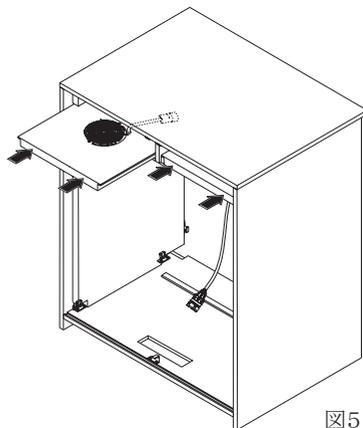

図5
- ▷ 図5:ファン板をキャビネットに挿入します。電源ケーブルが背面にくることに注意してください。